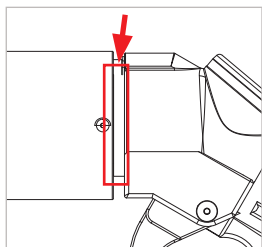

Abbildung 16
- ▶ Ziehen Sie die Stoßschutzhülse (Pos. 1) nach vorne. Geben Sie einen Sprühstoß auf den gekennzeichneten Bereich (*Abbildung 16*).